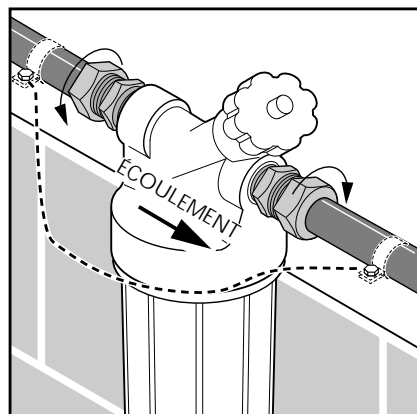

Figure 3
4. Glisser le filtre en position sur la conduite d'eau en faisant bien attention au bon sens de circulation de l'eau (voir la Figure 3). Utiliser une clé pour immobiliser le raccord posé sur la cuve du filtre et serrer l'écrou avec une deuxième clé. Ouvrir le robinet principal de l'alimentation en eau et s'assurer qu'il n'y a pas de fuite. Bien rincer le filtre en laissant l'eau couler pendant au moins 30 minutes.